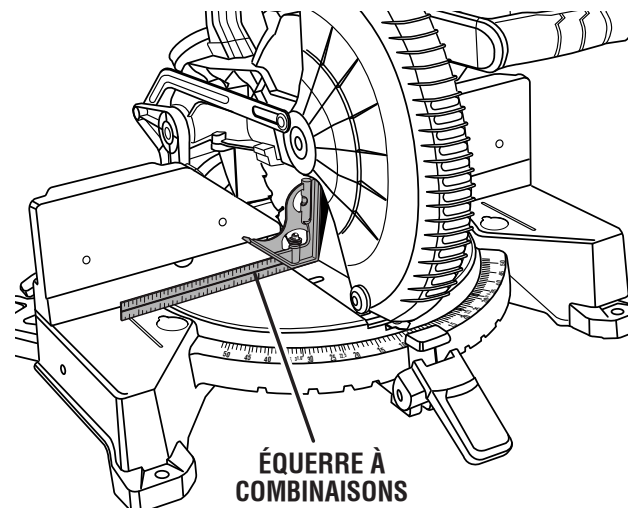

Fig. 23
- Si le haut ou le bas de la lame s'écarte de l'équerre, des réglages, figures 23 et 24, sont nécessaires.